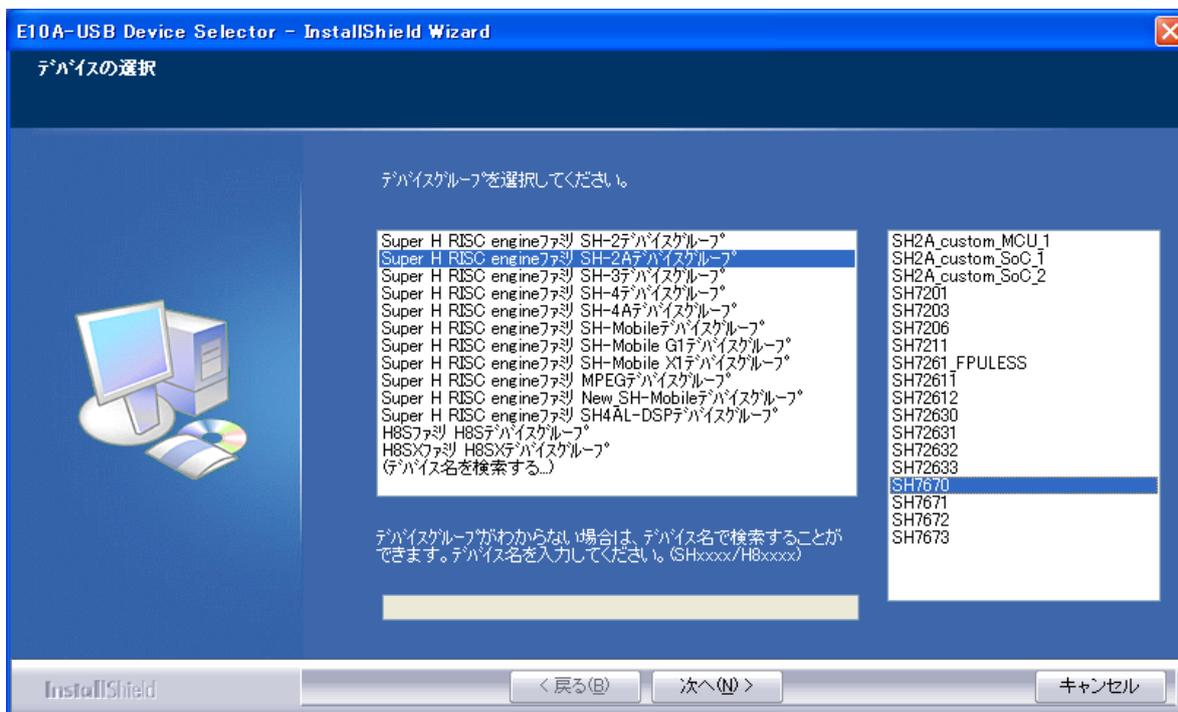

図3.2.3 E10A-USBソフトウェアインストール手順③
- ③ 図3.2.3の画面が表示された場合、「Super H RISC engineファミリ SH-2Aデバイスグループ」を選択し、「次へ」ボタンをクリックします。